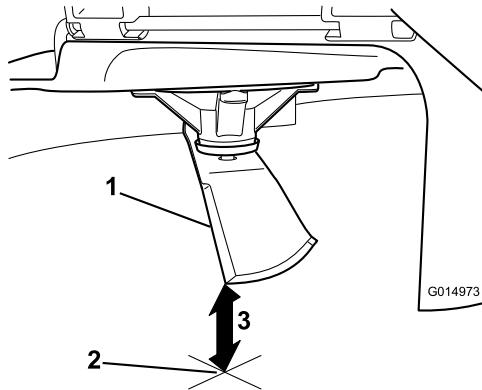

Figure 59
5. Mesurez la distance entre la pointe de la lame et la surface plane (Figure 59).